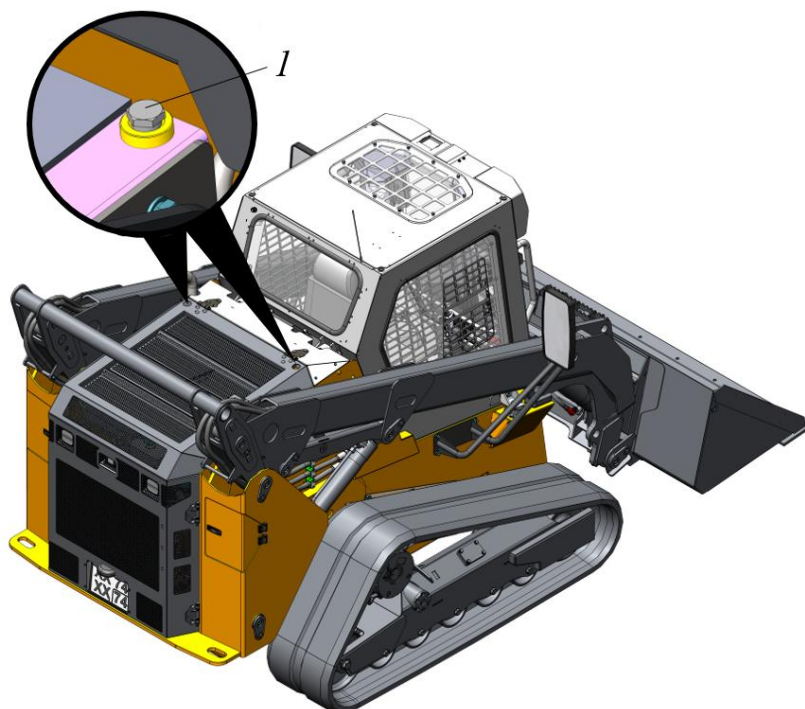

Рисунок 5.51 Процедура удаления воздуха из гидросистемы
- ▶ Перед пуском двигателя выкрутить пробки, поз. 1 рис. 5.51. Доступ к пробкам реализован сверху капота через технологические отверстия.